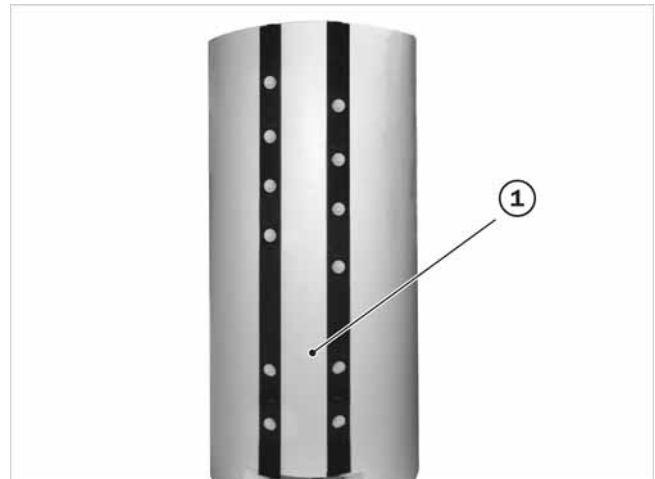

Abb. 7: Isolierung vorne schließen
3. Schmales Isolierteil zwischen die Anschlussreihen stecken (s. → Abb. 7 (1)).